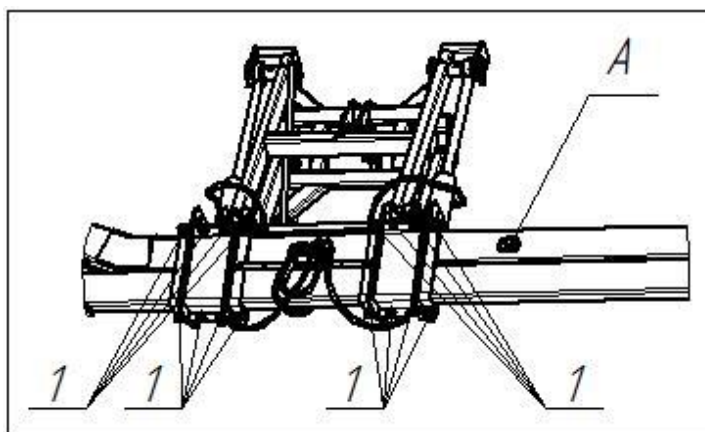

Рисунок 25. Регулировка положения параллелограмма
1. Для того что передвинуть параллелограмм нужно ослабить гайки 1 на хомуте с кронштейном (рис. 25).